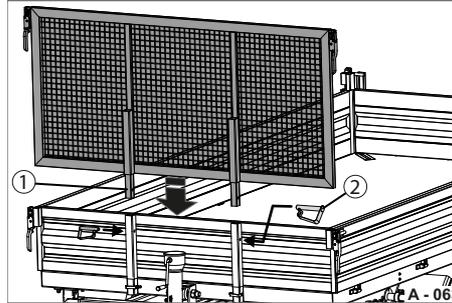

Abb. 43 Stirn-Stahlgitteraufsatz montieren
- ▶ Stecken Sie die Federsteck-Bolzen (Abb. 43/2) durch die Bohrungen in den Rungen durch.